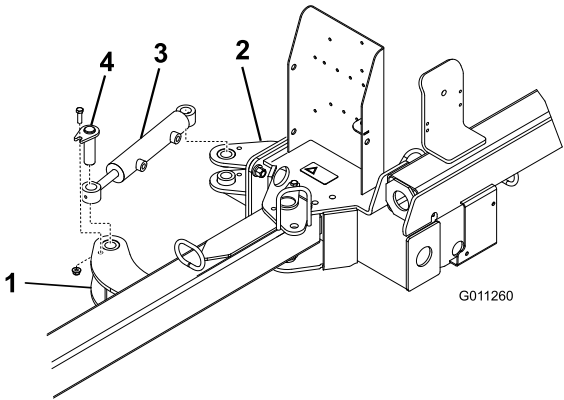

Figura 6
2. Fixe cada extremidade do cilindro hidráulico a uma patilha do acionador com um pino, um parafuso (¾ pol. x 1¼ pol.) e uma porca flangeada (¾ pol.) (Figura 6).